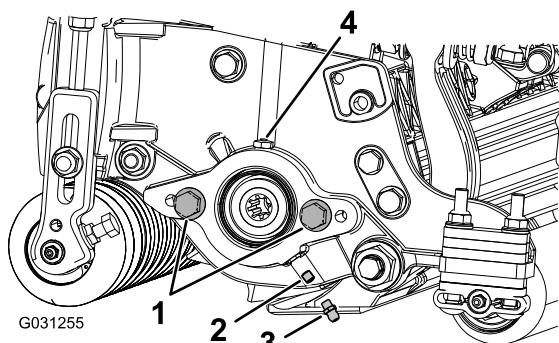

図 6
1. リールモータのサイドプレートの固定ねじを外す。ねじは廃棄する 図 6。
2. グリスフィッティングストレートを取り付ける 図 6。
3. リールモータのサイドプレートにボルトが付いていない場合は取り付ける 図 6。
6. サイドプレートからグリスを注入する。グリスベントからグリスが漏れてくるまで入れること 図 6。